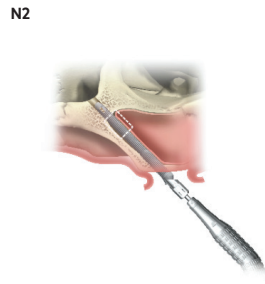

Figura N2 - Inserimento dell'impianto (manipolo)
- Posizionamento dell'impianto: l'impianto può essere inserito utilizzando il motore chirurgico con un torque di inserimento di 20 Ncm (Figura N2) o utilizzando lo Zygoma handle per l'inserimento manuale (Figura N3).
È possibile aumentare il torque di inserimento fino a un massimo di 50 Ncm per il posizionamento completo dell'impianto (Figura N2).